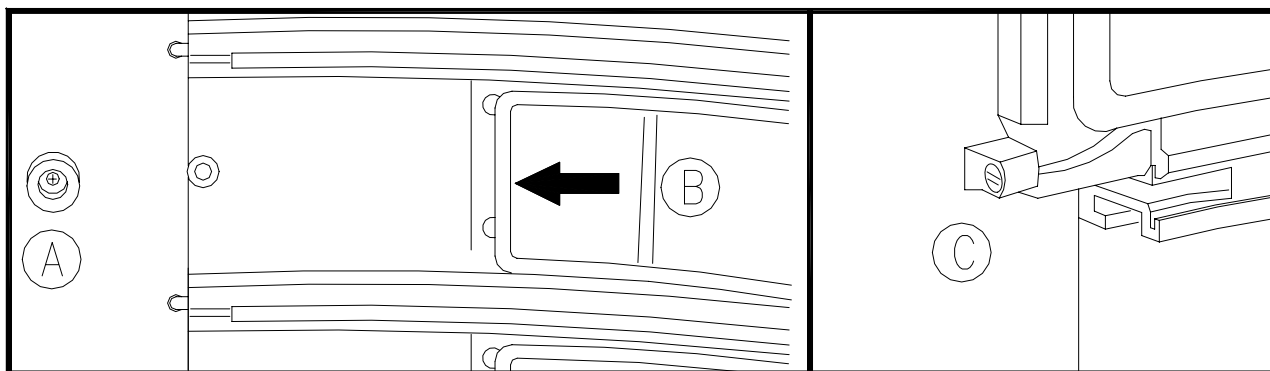

FIG. 19
4. Togliere l'eventuale blocco finecorsa pos. A FIG. 19;